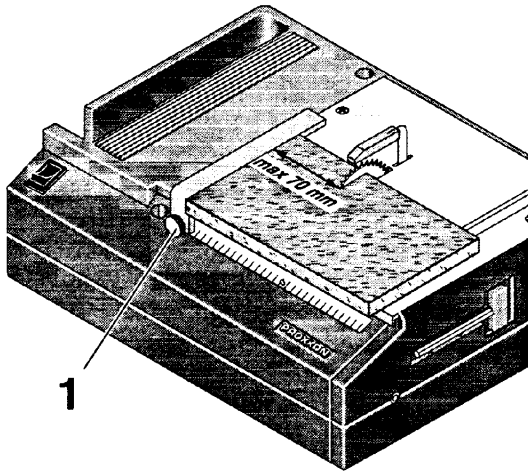

Fig. 5
1. Klemmschraube **1** (Fig. 5) lösen, Anschlag einstellen und Klemmschraube wieder festziehen (Die max. Werkstückbreite beträgt 70 mm).